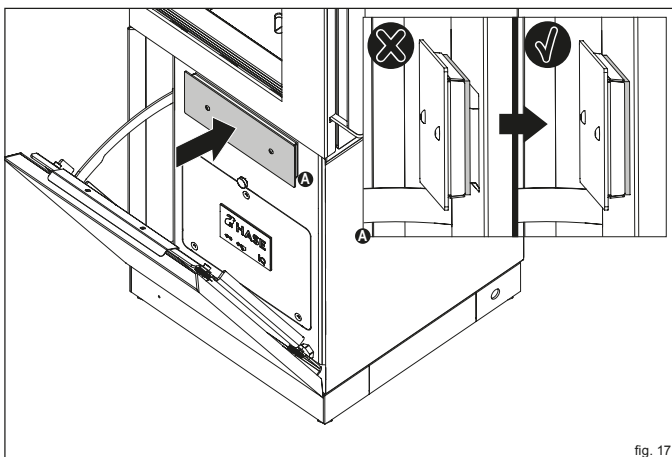

fig. 17
Durante l'inserimento assicurarsi che il cassetto di raccolta della cenere collida con la guarnizione (fig. 17). Si eviterà in tal modo di interferire con il processo di combustione a causa di un'alimentazione scorretta dell'aria. Per rimuovere il cassetto di raccolta della cenere procedere come segue:
- ✓ **Spingere il cassetto di raccolta della cenere di nuovo nell'apertura in modo tale che esso collida con la guarnizione (fig. 17).**
- **Spingere il cassetto di raccolta della cenere di nuovo nell'apertura (fig. 17).**